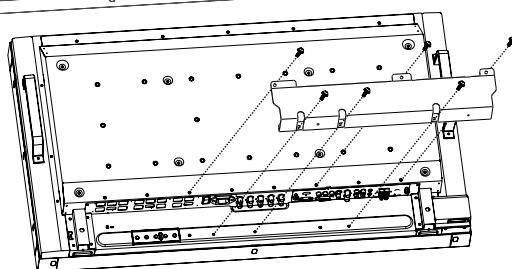

Figura 5
- Utilizzare 6 delle viti M4 x 10 (incluse) per fissare la copertura cavi (Figura 5).